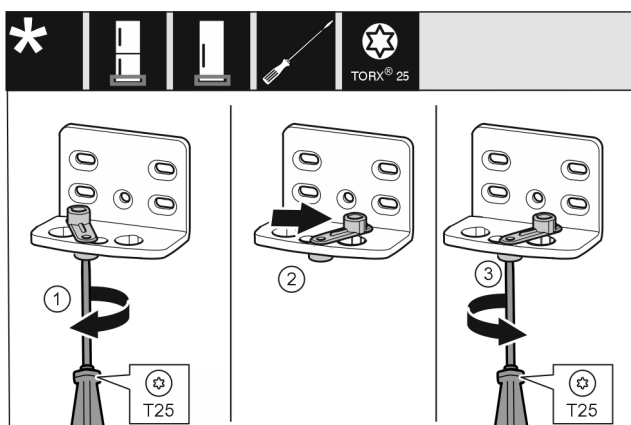

Fig. 16
- ▶ 将螺钉 Fig. 16 (1) 用螺丝刀拧松。
- ▶ 将关门辅助装置 Fig. 16 (2) 提起并向右 90° 转入钻孔。
- ▶ 将螺钉 Fig. 16 (3) 用螺丝刀拧紧。